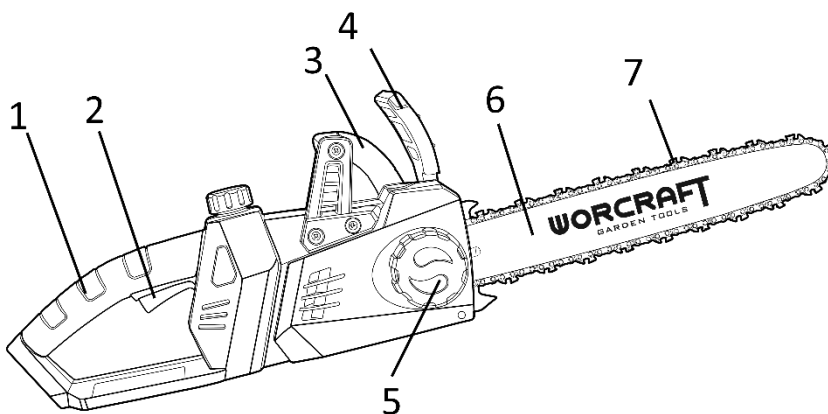

Рисунок 1
3.1.2 Відкрутіть фіксатор (6, рисунок 1), від'єднайте захисну кришку приводного зубчастого колеса.